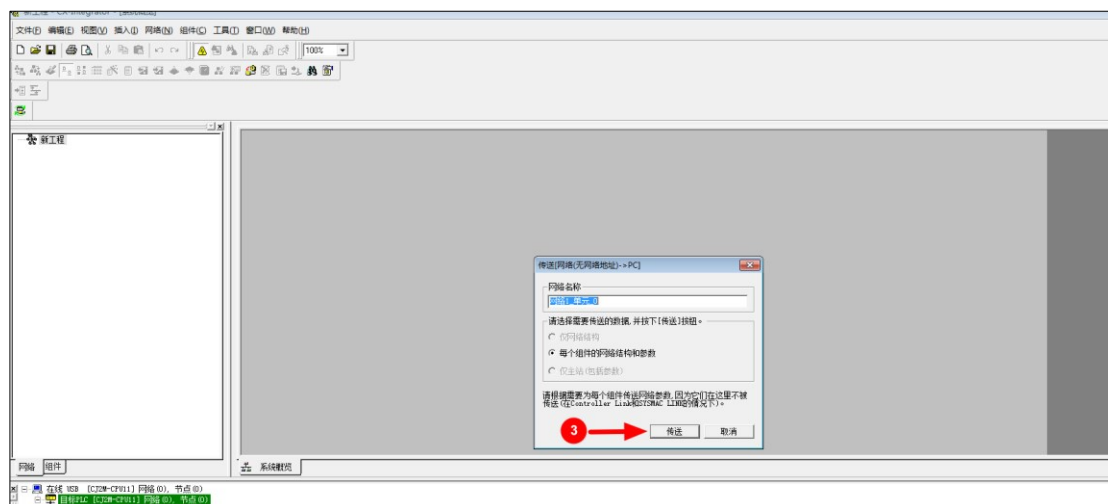

图 5-5-5 自动扫描
自动扫描，点击“在线工作按钮”，双击 DeviceNet[CJ1W-DRM21] 网络(-)，节点 (1)，单元 (0)，并设定网络名称，确定传送，如图 5-5-5 所示。双击 DN-HH00-00NN-E，能否发现欧姆龙 PLC 扫描到 DN-HH00-00NN 从站。